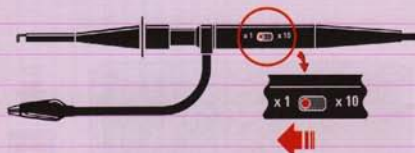

Figure 24 : L'inverseur situé sur la pointe de touche de la sonde de l'oscilloscope est à régler sur x1.
- réglez l'inverseur présent sur la pointe de touche sur x1 (voir figure 24) ;
- A = Entrée du canal CH1 marquée INPUT X (relier la sonde comme le montre la figure 24).